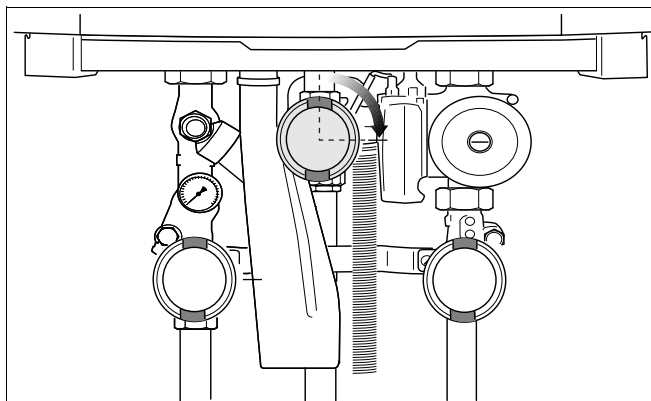

Bild 75 Stänga gaskranen
- Stäng gaskranen (bild 75).
- Stäng gaskranen när ingen mer luft kommer ut (bild 75).